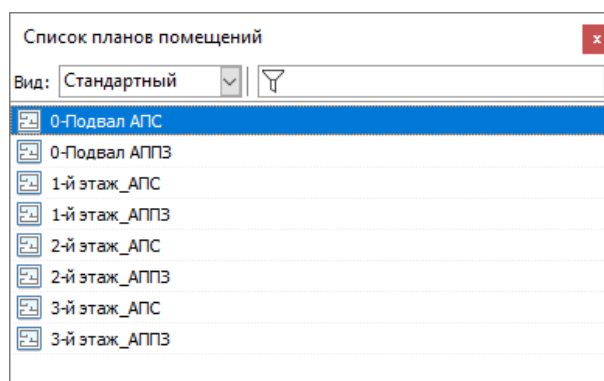

Рисунок 8-118 Простой список с сортировкой планов по возрастанию наименования на панели "Список планов помещений"
- при выборе значения «Стандартный» (см. Рисунок 8-118) – простой список с сортировкой планов по возрастанию наименования;